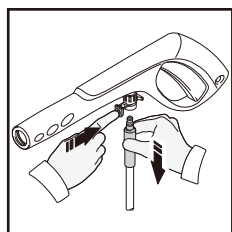
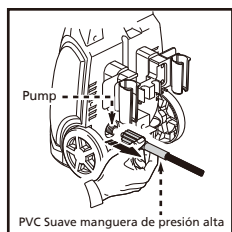

Fig. 20
Fig. 21
- Quite la manguera de alta presión de la pistola de pulverización (Fig. 20) y desenrosque el otro extremo de la manguera de alta presión de la hidrolavadora (Fig. 21).